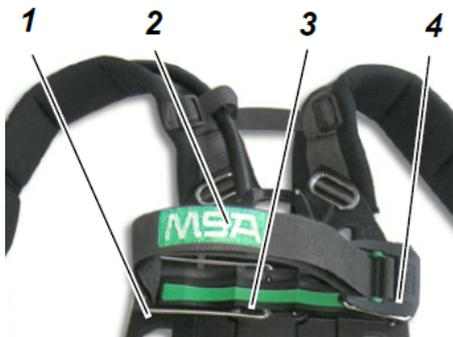
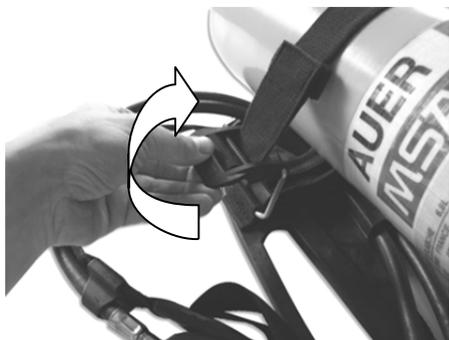
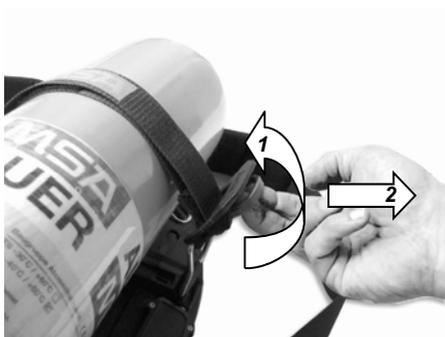

Рис. 17 Дыхательный аппарат со сжатым воздухом — элементы
Рис. 18 Расстегивание застежки ремennого крепления баллона
Рис. 19 Регулировка длины ремня около застёжки
- (1) Положите дыхательный аппарат горизонтально, внешней стороной вверх (→ Рис. 17).
- (2) Опустите скобу (1) в горизонтальное положение напротив застёжки ремня крепления цилиндра (4) до защёлкивания.
- (3) Проверьте состояние уплотнительного кольца штуцера высокого давления редуктора давления.
- (4) Расстегните застёжку ремennого крепления баллона, ослабляя натяжение и вытягивая ремень на всю длину, потянув за небольшой стержень на застёжке (→ Рис. 18).
- (9) Проверьте надежность крепления баллона. При необходимости подтяните крепёжный ремень.
- (10) Аккуратно откиньте застежку ремennого крепления баллона (4) полностью вниз через центр до защелкивания.
- (11) Если сила/натяжение во время откидывания застежки слишком большая (-ое), отрегулируйте длину ремня около застежки ремennого крепления баллона. Если натяжение ремня слишком слабое, отрегулируйте длину ремня около застежки ремennого крепления баллона (→ Рис. 19).
- (1) При необходимости вкрутите адаптер баллона *alphaCLICK 2* с указанным крутящим моментом 20—30 Нм в вентиль баллона (→ раздел 5).
- (2) Положите дыхательный аппарат со сжатым воздухом горизонтально, задней стороной вверх (→ Рис. 17).
- (3) Опустите скобу (1) в горизонтальное положение напротив застёжки ремennого крепления баллона (4) до защелкивания.
- (5) Продвиньте баллон со сжатым воздухом через ремennое крепление баллона (2) вентилем в сторону редуктора давления, так чтобы он располагался по центру опоры (3).
- (6) Выровняйте по оси баллон со сжатым воздухом с адаптером *alphaCLICK 2* и штуцер редуктора и сомкните компоненты соединения *alphaCLICK 2*.
- (9) Проверьте положение баллона со сжатым воздухом. При необходимости измените положение.
- (10) Аккуратно откиньте застёжку ремненного крепления баллона (4) полностью вниз через центр до защелкивания.
- (11) Если сила/натяжение во время откидывания застёжки слишком большая (-ое), отрегулируйте длину ремня около застёжки ремненного крепления баллона. Если натяжение ремня слишком слабое, отрегулируйте длину ремня около застёжки ремненного крепления баллона (→ Рис. 19).
- (12) Закрепите конец крепёжного ремня баллона застёжкой-липучкой.
- (13) Кратковременно откройте вентиль баллона для проверки герметичности соединения, при необходимости затяните снова.
- (2) Поднять скобу (1) в вертикальное положение, до защелкивания.
- (3) Если тройник не подсоединен к редуктору (12), проверьте прокладки на резьбовых штуцерах редуктора и тройника, и вручную прикрутите тройник к редуктору.
- (4) Расстегните застежку ремennого крепления баллона, ослабляя натяжение и вытягивая ремень на всю длину, потянув за небольшой стержень на застежке (→ Рис. 19).
- (5) Задвиньте под крепёжный ремень с одной стороны направляющей, вентилем к тройнику, первый баллон.
- (6) Слегка вкрутите штуцер тройника в присоединительный штуцер вентиля первого баллона.
- (7) Вдвиньте второй баллон на оставшееся место под крепёжный ремень вентилем к тройнику.
- (8) Слегка вкрутите второй штуцер тройника в присоединительный штуцер вентиля второго баллона.
- (12) Откиньте застежку ремня крепления баллона вниз до защёлкивания.
- (13) Если сила/натяжение во время откидывания застежки слишком большая (-ое), отрегулируйте длину ремня около застежки ременного крепления баллона. Если натяжение ремня слишком слабое, отрегулируйте длину ремня около застежки ременного крепления баллона (→ Рис. 19).
- (14) Закрепите свободный конец крепёжного ремня на петле с липучкой.
- (15) Проверить прочность крепления баллонов. При необходимости подтянуть крепёжные ремни.